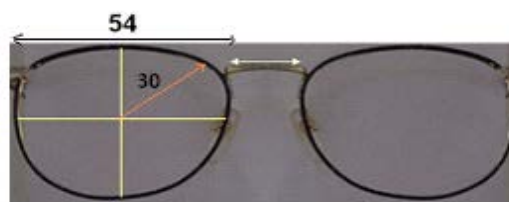

Figura 21.7: Medição da "boxing" armação e raio mais longo
O diâmetro efectivo (DE) é igual a duas vezes o ratio mais longo do CG da "boxing" até ao pico do bisel mais afastado (Figura 21.7). É importante notar que o DE não é a "diagonal mais longa" ou "o eixo mais longo". Os termos eixos mais longo e maior diagonal são frequentemente usados de forma incorrecta neste cálculo.
Na Figura 21.7, a forma de lente tem um diâmetro efectivo de 60 mm. Se não for necessário qualquer descentramento este é tamanho mínimo da lente que irá produzir a DP necessária.